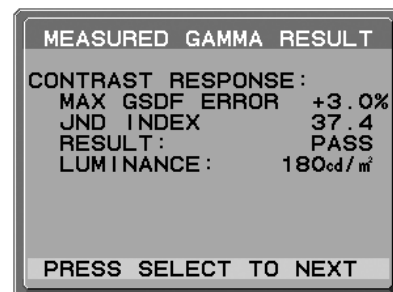

図 5
5. 測定完了のメッセージ (図 5) が表示されたら SELECT ボタンを押しします。SELECT ボタンを押すと GAMMA MEASUREをおこなった日付と時間が記録できます。LEFT、RIGHTでカーソルを移動し、UP、DOWNで数字の変更をおこなってSELECT ボタンを押しします。